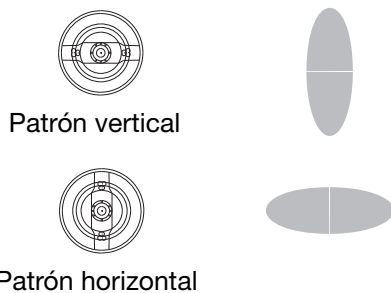

FIG. 19. Posiciones del cabezal de aire
3. Afloje el anillo de retención del cabezal de aire y gire este último para un patrón de pulverización vertical u horizontal. Consulte FIG. 19.